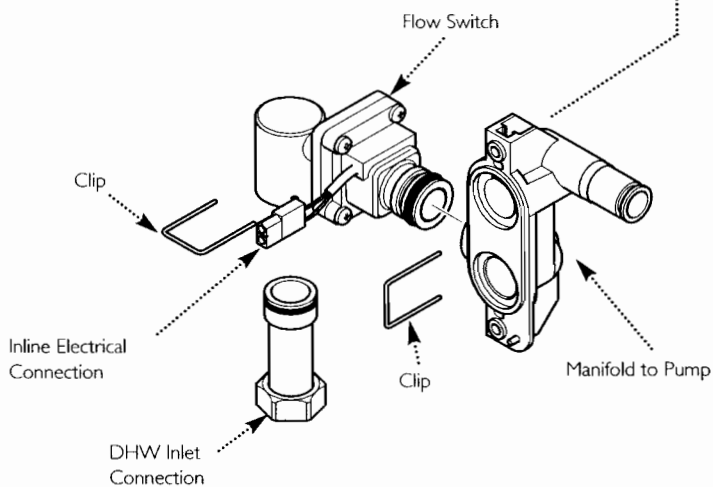

Fig. 62
13.15 DHW Flow Switch (Fig. 62)